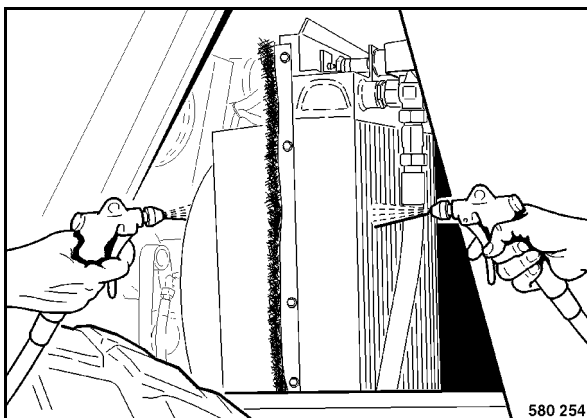

Fig. 153
- Limpiar el radiador (Fig. 153) soplando con aire comprimido.